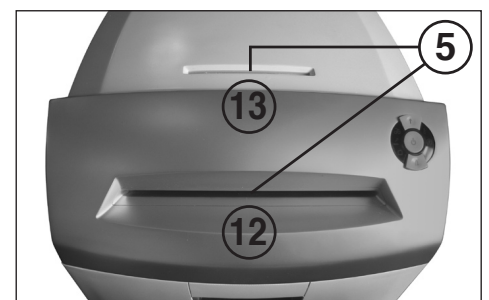

Abb. 3
5 = Lichtschanke (Vorwärtslauf) (Abb. 3)
12 = Papierzuführschacht (Abb. 3)
13 = Sicherheits-Zuführschacht (Abb. 3)
Papier durch den Papierzuführschacht (12) (Abb. 3) dem Schneidwerk zuführen.
Datenträger (CD, DVD oder Kreditkarte) einzeln durch den separat angeordneten Sicherheits-Zuführschacht (13) (Abb. 3) dem Schneidwerk zuführen.